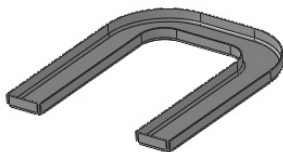

图 10-54 U 形槽
(7) 生成另一侧端面的边线法兰。单击“钣金”控制面板中的（边线法兰）按钮，或选择“插入”→“钣金”→“边线法兰”菜单命令，设置参数与上述相同，生成另一侧端面的边线法兰，结果如图 10-54 所示。